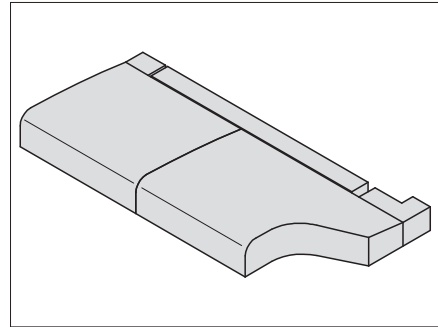
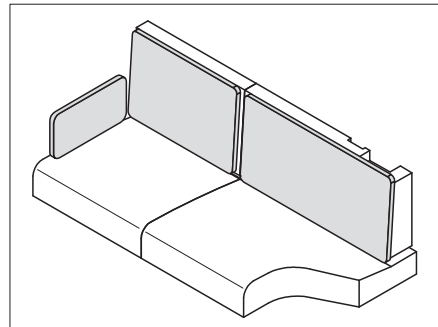

Bild 215 Sitzauflagen positionieren
Bild 217 Polster für Rückenauflagen
- Sitz-, Rücken- und Zusatzpolster wie in Bild 215 bis Bild 217 gezeigt auflegen.